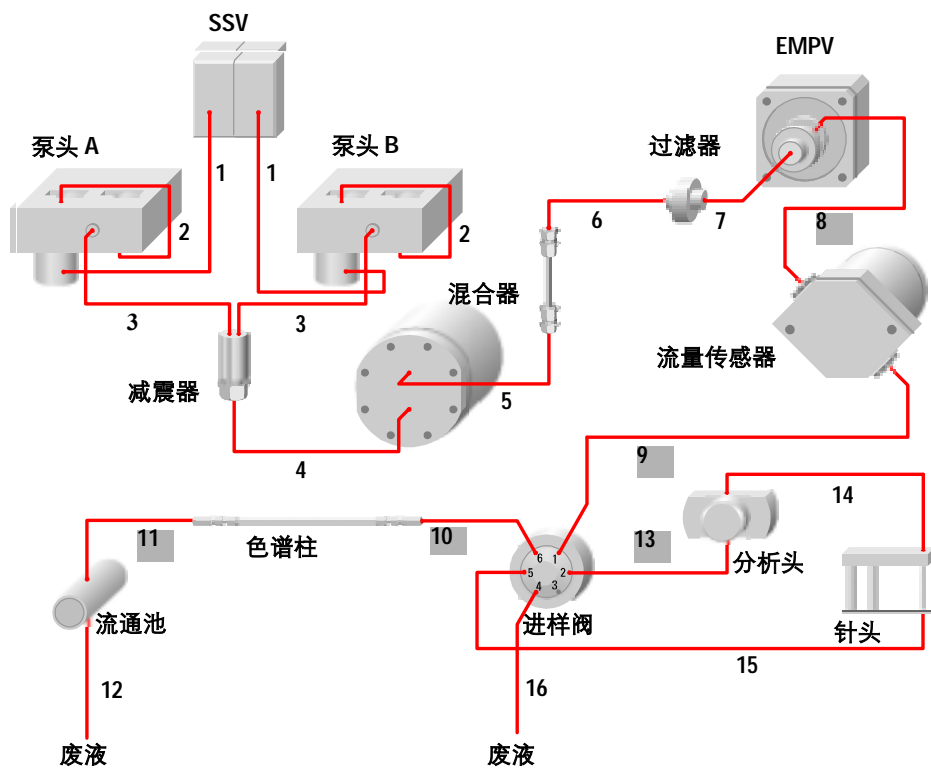

图 39 毛细液相泵流程图
使用表 80 中介绍的扩展流量范围工具包可以使毛细液相泵在 100  $\mu\text{l}/\text{min}$  的最大流速下工作。为了在流速提高到 100  $\mu\text{l}/\text{min}$  后降低系统的压力，必须更换部分毛细管。第 137 页上图 39 的阴影部分显示了这些毛细管（8、9、10、11、13）。
- 1 用 4 mm/1/4 – 5/16 英寸开口扳手拆开 8、9、10、11、13 毛细管。参见第 137 页上图 39 确定它们的位置。
- 4 用 4 mm/1/4 – 5/16 英寸开口扳手连接 8、9、10、11、13 毛细管。参见第 137 页上图 39 确定它们的位置。